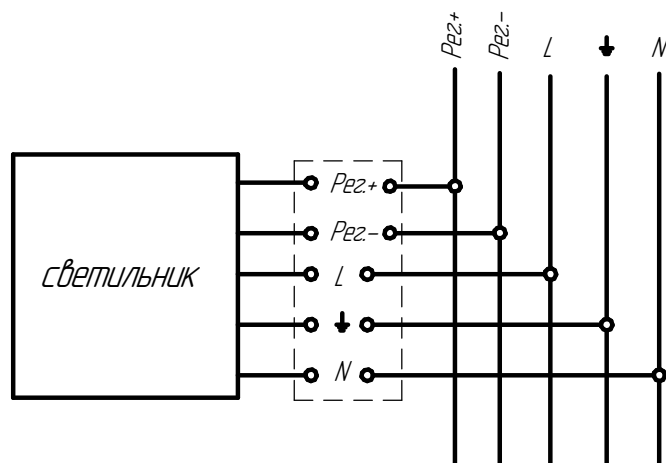

Рисунок 5 - Схема подключения светильника с управлением по протоколу 1-10 В к сети
6.6 Подключение светильника с функцией управления по протоколу 1-10 В производить согласно схеме (см. рисунок 5), провода управления подключаются строго с соблюдением полярности, указанной в маркировке.